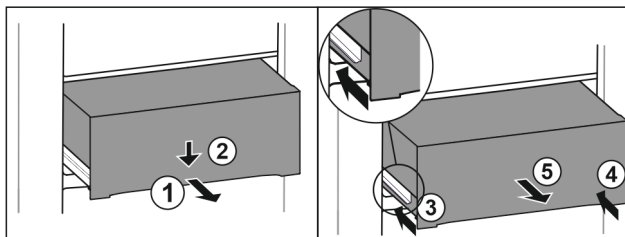

Fig. 105
- ▶ Zásuvku napůl vytáhněte. Fig. 105 (1)
- ▶ Stlačte zásuvku na přední straně dolů. Fig. 105 (2)
- ▶ Zasuňte levou kolejničku přibližně do 2 cm. Fig. 105 (3)
- ▶ Zasuňte pravou kolejničku přibližně do 2 cm. Fig. 105 (4)
- ▶ Vyjměte zásuvku dopředu. Fig. 105 (5)